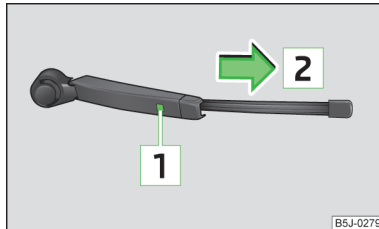

Abb. 50
- › Den Scheibenwischerarm von der Scheibe anheben » Abb. 50.